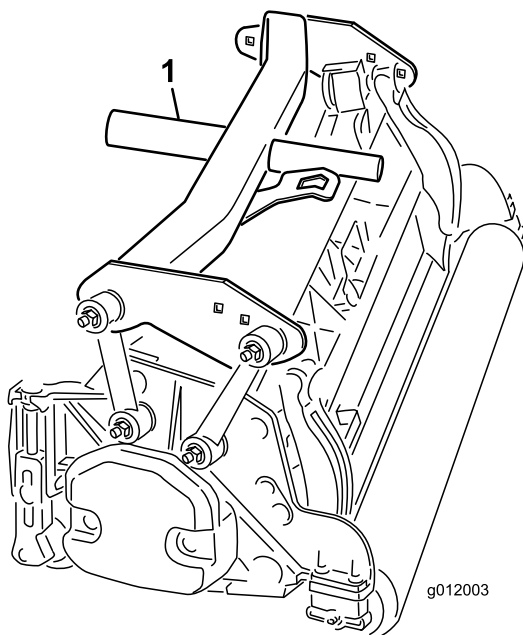

Figura 18
4. Posicione uma estrutura de suporte traseira (Figura 18) em cada unidade de corte traseira.